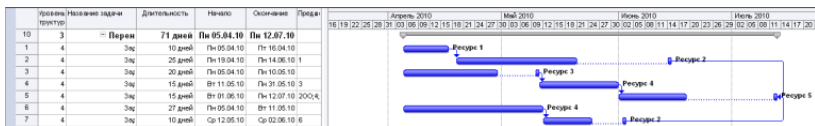

Рисунок 21 - Окончательный план работ
7. Начало критической цепочки переносится к началу первой по времени задачи (если это возможно). (Рисунок 21).